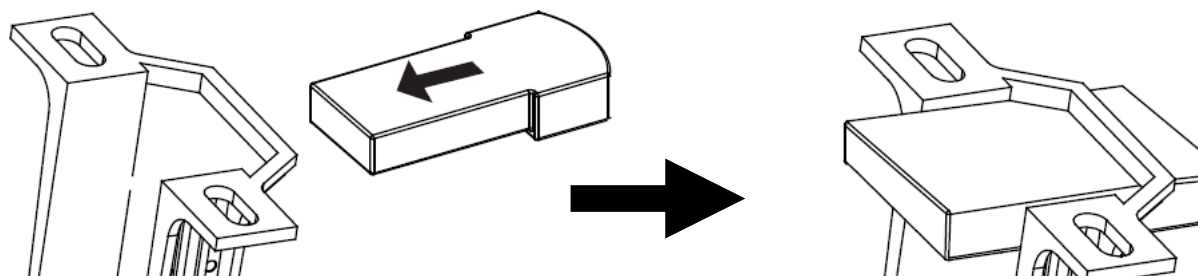

Fig. 9
- Collegare il connettore rapido della staffa (1) al connettore rapido di ingresso del ricevitore (2).
- Collegare il connettore rapido di uscita del ricevitore (3) al connettore rapido del ventilatore (4).
- Inserire con attenzione il ricevitore del telecomando sopra il giunto sferico, nello spazio rimanente all'interno della staffa di supporto. Fare attenzione a non danneggiare o allentare alcun cavo (5 e Fig. 9).